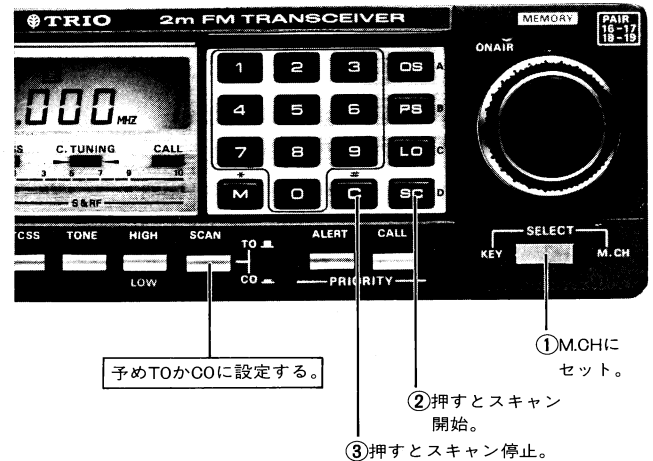
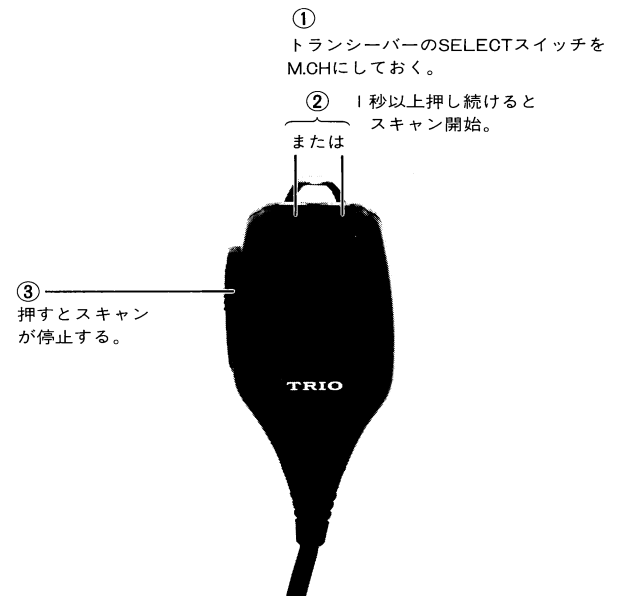
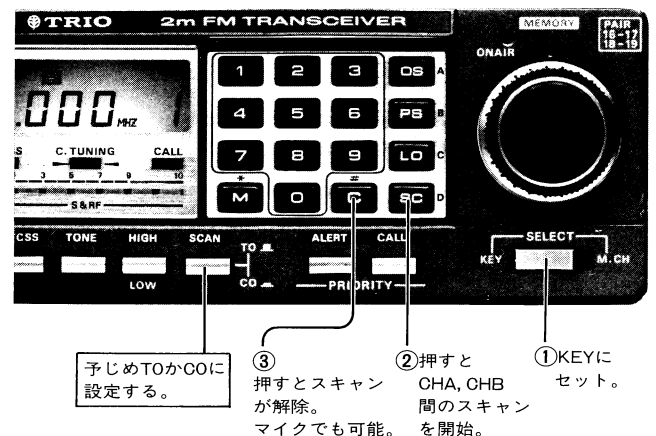

図7 キーボードによるメモリスキャン操作
図8 マイクによるメモリスキャン
図9 キーボードによるプログラマブルステップスキャン
■キーボードによるメモリスキャン操作(図7参照)
- ① SELECTスイッチをM.CHの位置にセットします。
- ② **[SC]** キーを押しますと、表示されているメモリーCHから大きい数字のメモリーCHへとスキャンします。このとき、マイクロホンのDWNスイッチを押し続けるとその間スキャン方向が反転します。DWNスイッチを解除しますとスキャン方向が元に戻ります。UPスイッチを押し続けるとその間スキャンテンポが速くなります。
- ③ スキャンを解除するときは、キーボードの **[C]** キーを押します。マイクロホンで行うときは、PTTスイッチを一度押しますと解除になります。
■マイクによるメモリスキャン操作(図8参照)
- ② 1秒以上UP(またはDWN)スイッチを押し続けるとスキャンが開始され、メモリーチャンネル数字の大きい方向にスキャンします。このときDWN(またはUP)スイッチを一度押すだけでスキャン方向が反転します。
- ③ スキャンテンポを速めたいときは、スキャン方向に合わせてそれぞれUP(またはDWN)スイッチを押し続け任意のメモリーCHに合わせます。
- ④ スキャンを解除するときは、PTTスイッチを一度押すかまたはキーボードの **[C]** キーを押してください。
■キーボードによるプログラマブルステップスキャン(図9参照)
- ① SELECTスイッチをKEYの位置にセットします。
- ② **[SC]** キーを押しますと、CH Aにメモリーされている周波数からCH Bにメモリーされている周波数に向かって5kHzステップでスキャンします。このときマイクロホンのDWNスイッチを押し続けるとその間、スキャン方向が反転します。DWNスイッチを離しますとスキャン方向が元に戻ります。UPスイッチを押し続けるとスキャンテンポが速くなります。
- ③ スキャンを解除するときは、マイクロホンのPTTスイッチを一度押すかまたはキーボードの **[C]** キーを押してください。